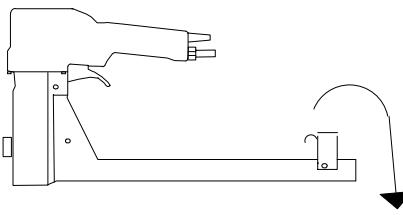
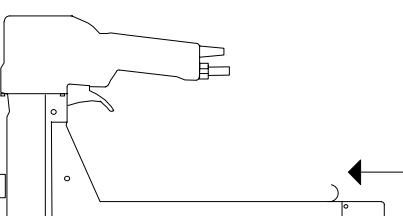

Fig. 5
Fig. 6
- E Grasp the pusher and let the magazine breech down to close the breech catch again (Fig. 5). Slide the pusher gently forwards, until it touches the staples (Fig. 6).
- D Greifen Sie den Bügel des Klemmerschiebers und kippen Sie das Magazinverschlußstück nach unten bis es einrastet (Fig. 5). Führen Sie den Schieber vorsichtig nach vorne, bis er hinten an den Klemmen anliegt (Fig. 6).
- S Fatta fingergreppet igen och fall ned det helt tillsammans med slutstycket, så att slutstycksspänen går i ingrepp (Fig. 5). Fingergreppet föres varsamt framåt, till fram åtaren berör klamrarna (Fig. 6).
- F Saisissez de nouveau le poussoir et rabattez le fermoir jusqu'à ce que le cliquet s'engage (Fig. 5). Avancez le poussoir avec précaution jusqu'à ce qu'il touche les agrafes (Fig. 6).